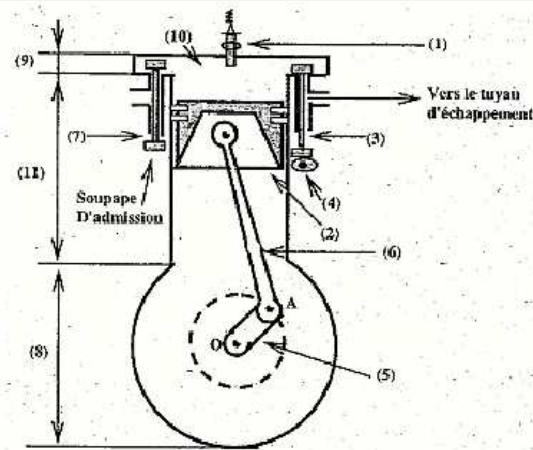

Figure 1
**Tache1** : Après avoir cité les deux grands types de moteur à combustion interne en précisant leur particularité et en donnant des exemples, compléter la légende de la figure 1 en se servant des numéros. Préciser ensuite la différence entre les deux types de moteurs à combustion interne.